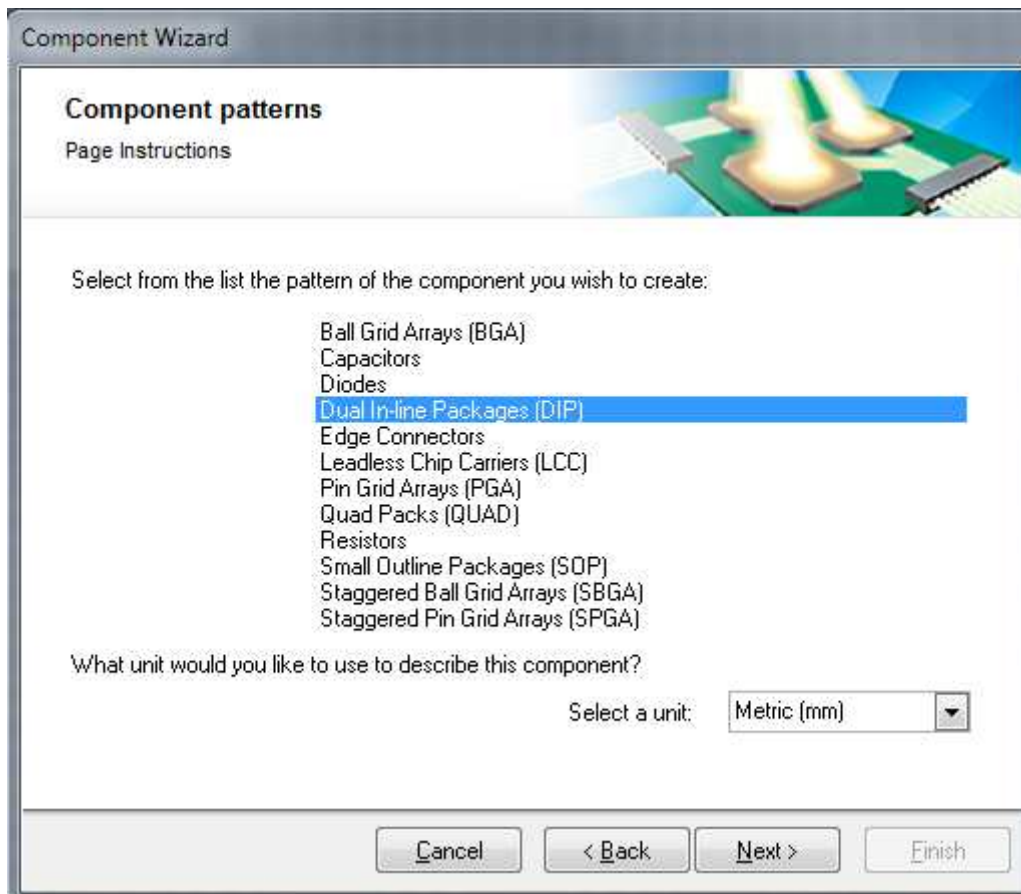

Рис. 97. Окно выбора вида корпуса и единиц измерения
2. Выбрать вид корпуса: Dual In-line Packages (DIP). Выбрать единицы измерения: мм (см. Рис. 97). Нажать Next.